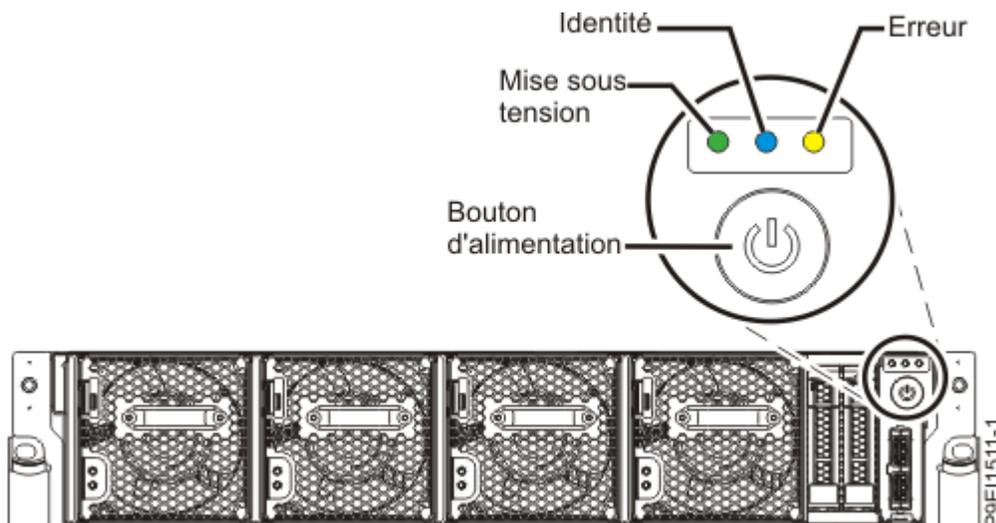

Figure 60. Bouton d'alimentation
- Le voyant de mise sous tension, illustré dans la Figure 60, à la page 101, doit clignoter. Un voyant clignotant indique que l'alimentation de l'unité est en mode veille.
3. Appuyez sur le bouton d'alimentation qui est illustré dans la Figure 60, à la page 101.